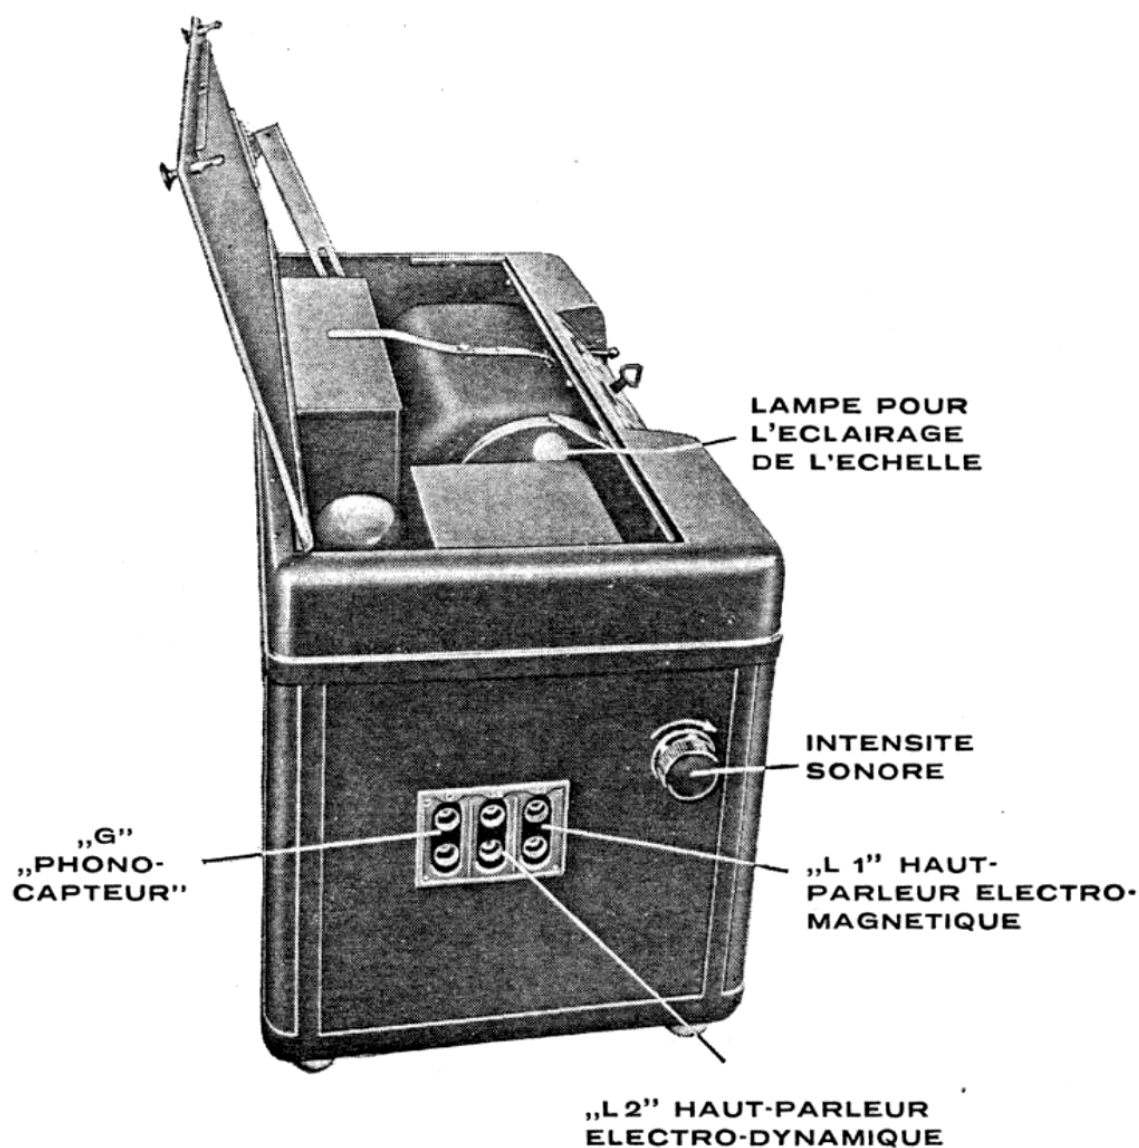

Fig. 7
L'appareil récepteur a été construit pour l'emploi avec un haut-parleur électrodynamique sans transformateur d'entrée, tel que le haut-parleur Philips No. 2008 ou No. 2013. Celui-ci doit être connecté aux douilles marquées „L2” (voir fig. 7).
Pour accorder l'appareil sur une station, tourner le régulateur de l'intensité sonore, se trouvant à gauche, à fond dans le sens de la flèche indiquée dans la fig. 7 et, ensuite tourner le bouton d'accord de droite. Augmenter la longueur d'onde reçue en tournant, à l'aide de ce bouton, l'échelle dans le sens des chiffres croissant.
Lorsqu'en cherchant une station, l'intensité sonore est exagérée, on la diminuera en tournant le régulateur *ad hoc* (voir fig. 7) légèrement dans le sens contraire à celui de la flèche. Avant syntonisé
**Lorsqu'on se sert de ce filtre l'introduire toujours dans les douilles „L1” (voir fig. 7) quel que soit le type de haut-parleur.**
Les douilles „G” pour le capteur phonographique se trouvent à la gauche de l'appareil (voir fig. 7). Il est recommandé d'écarter l'un de l'autre le câble de raccord du haut-parleur et celui du capteur phonographique, afin d'éviter toute réaction entre eux. Tourner le bouton de réglage de l'intensité sonore à fond dans le sens opposé à celui de la flèche (voir fig. 7).